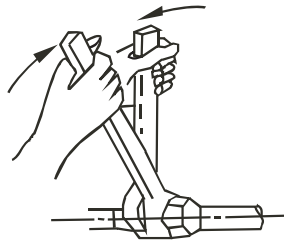

Fig. 6-10
- Asegurarse de utilizar simultáneamente dos claves para conectar y desconectar los tubos (véase Fig. 6-10):